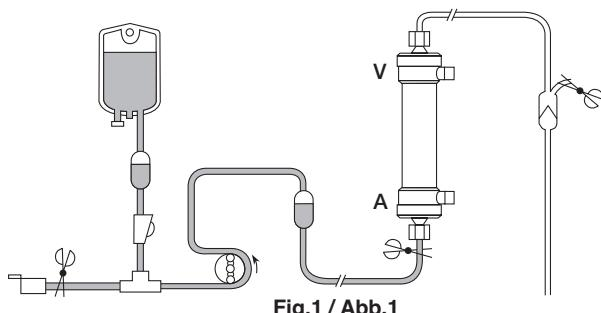

Fig.1 / Abb.1
- 3) Vul de arteriële bloedlijn met fysiologische zoutoplossing, eerst de kant van de verbinding met de vasculaire toegang en vervolgens de kant van de verbinding met de dialysator. Klem beide uiteinden van de arteriële slang vast en deze op de arteriële poort van de dialysator is aangesloten. Sluit dan de veneuze slang aan op de veneuze poort van de dialysator (Fig. 1).